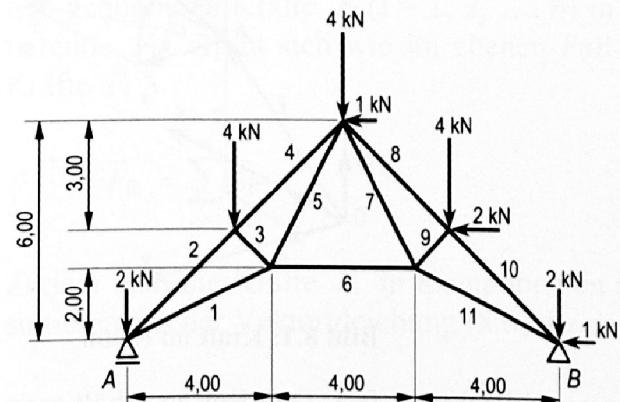

Bild 7.16: Dachbinder
6. Dachbinder (**Bild 7.16**).